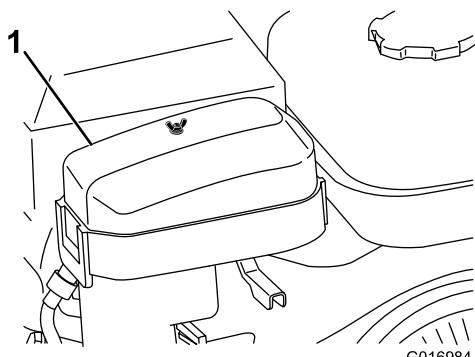

Figura 25
- Togliete il dado ad alette che fissa il filtro dell'aria e rimuovete il coperchio (Figura 25).